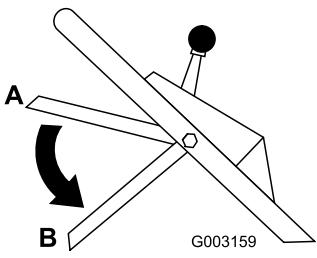

Figura 17
- Suelte la barra de control; consulte la posición B en Figura 17. Debe oír un ruido fuerte. La cuchilla debe detenerse en tres segundos.
- Mueva la barra de control a su posición más baja (Posición B en Figura 17).